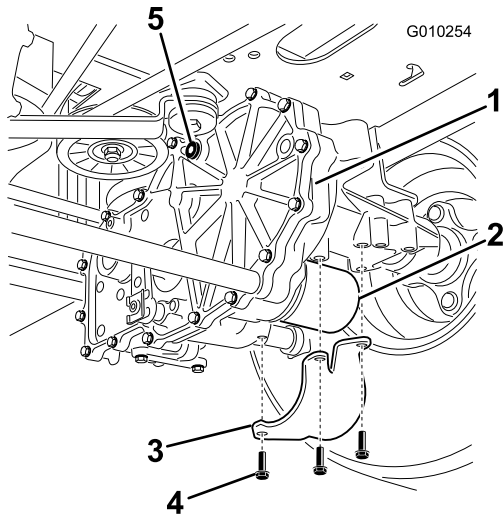

Bild 58
2. Ermitteln Sie den Filter und die Schutzvorrichtungen an jedem Getriebe (Bild 58). Entfernen Sie die drei Schrauben, mit denen die Filterschutzvorrichtung und die Schutzvorrichtung befestigt sind.